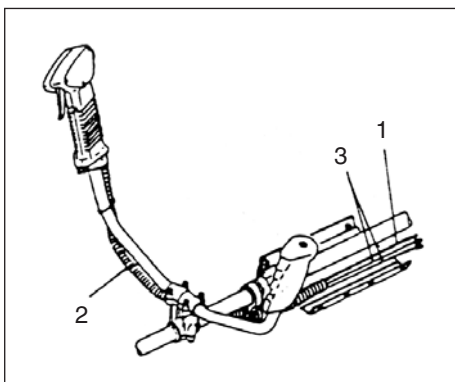

Fig. 1-3
Plaats de stopkabels (3) en de gaskabel (1) door de beschermende buis (2). Haak vervolgens de heupbescherming los en wikkel deze om de de gaskabel (1) en de beschermde stopkabels (Fig.1-3).